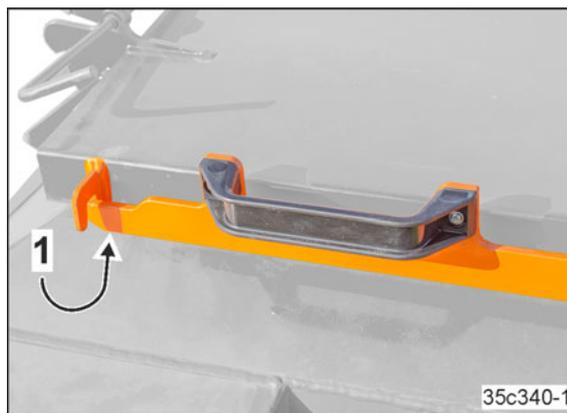

Рис. 231
5. Заблокируйте рычаг (Рис. 231/1).